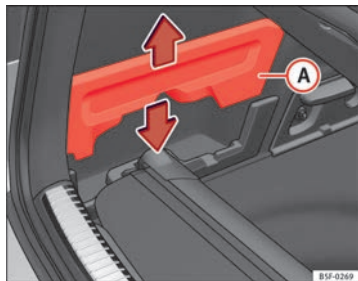

Fig. 96 No porta-bagagens: alojamento para guardar a chapeleira.
- Retire as tampas ⇒ Fig. 96 **A** esquerda e direita.